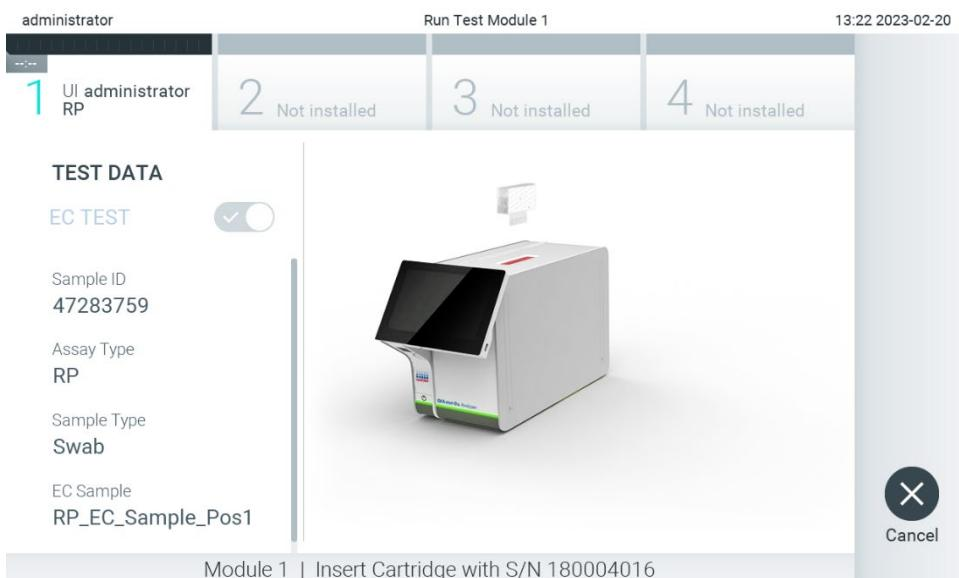

Abbildung 97. Einsetzen von QIAstat-Dx Assay-Kartuschen in den QIAstat-Dx Analyzer 2.0.
9. Stellen Sie sicher, dass die Probendeckel der Tupferöffnung und der Hauptöffnung der QIAstat-Dx Assay-Kartusche beide fest verschlossen sind. Sobald sich die Kartuschenöffnung an der Oberseite des QIAstat-Dx Analyzer 2.0 automatisch öffnet, setzen Sie die QIAstat-Dx Assay-Kartusche mit dem Barcode nach links und den Reaktionskammern nach unten ein (Abbildung 97).